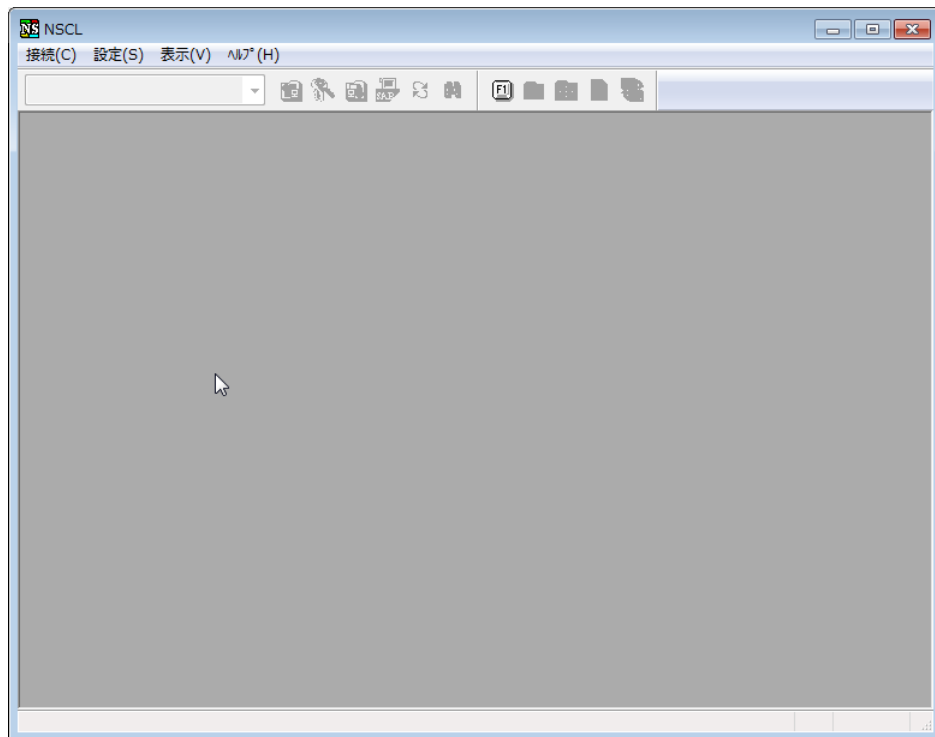

図2.12 接続切断終了後の画面
2. 接続の切断が完了すると、図2.12「接続切断終了後の画面」のような画面になります。必要に応じて、サーバへの再接続またはGUI画面の終了（ウィンドウを閉じる）を行います。